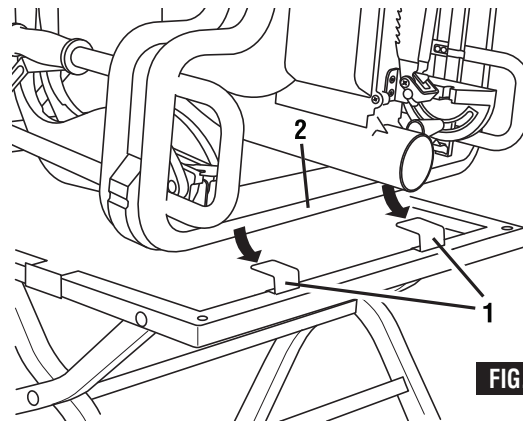

FIG. 3
2. Faites glisser la scie à table sur la plateforme de support de façon que la base arrière **2** glisse en dessous des pinces de maintien **1** (Fig. 3). Assurez-vous que la base de la scie s'aligne uniformément avec le bord de la plateforme de support.
2. Deslice la sierra de mesa sobre la base de soporte de manera que la base trasera de la sierra **2** se deslice por debajo de las pinzas retenedoras **1** (Fig. 3). Asegúrese de que la base de la sierra se alinee de manera nivelada con el borde de la base de soporte.